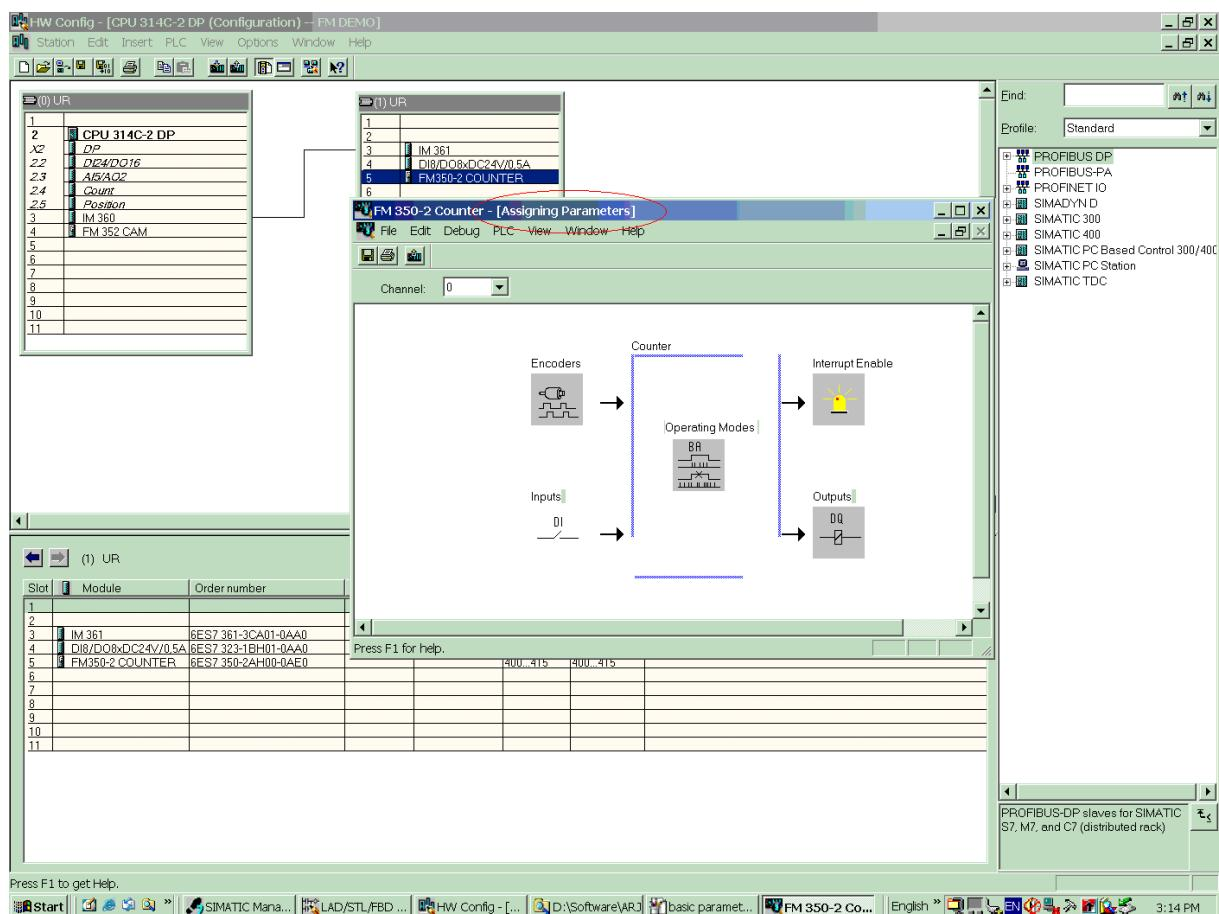

图 6
- 单击 Parameters 或者双击硬件组态中的 FM350-2，可以进入参数设置界面“Assigning Parameters”，如图 6；